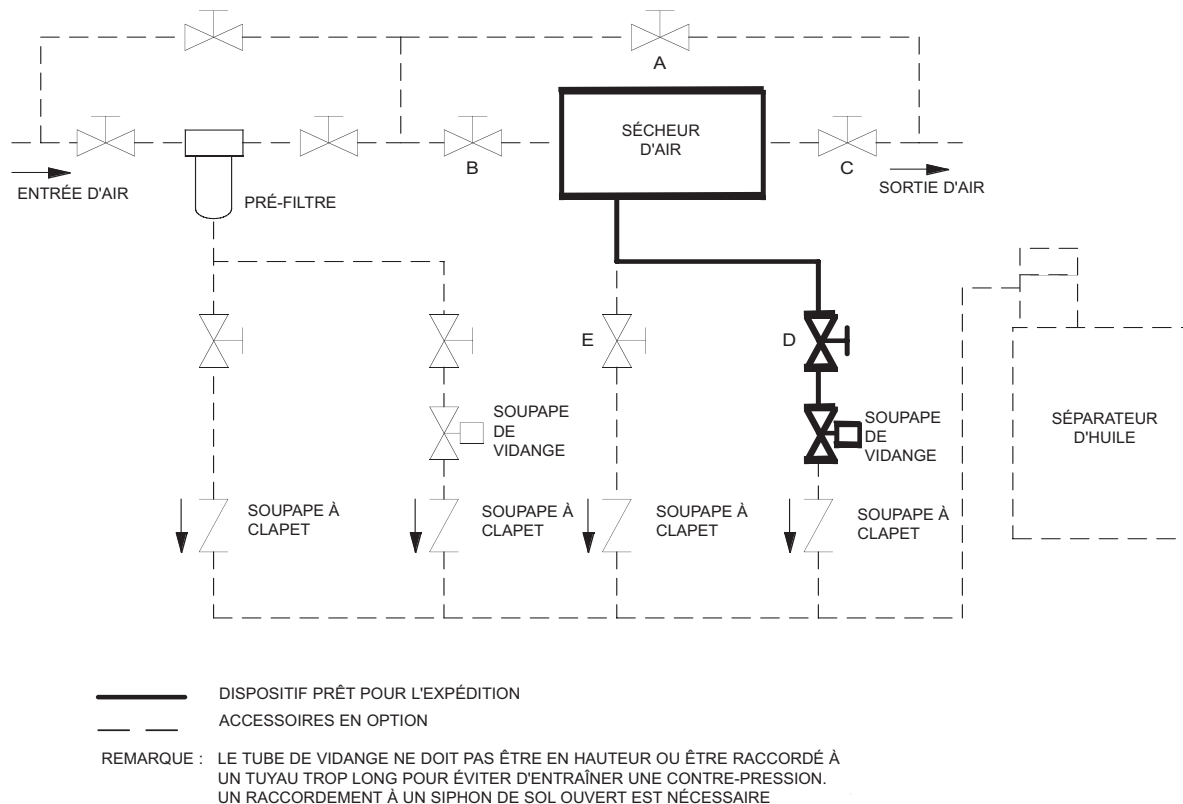

FIGURE 3
Installez des tuyaux, raccords et accessoires selon les conditions et exigences spécifiques du site. La figure 3 illustre une configuration de tuyauterie type d'un sécheur frigorifique, notamment les dérivations de sécheur et de filtre. Cette illustration peut servir de guide pour le positionnement des robinets et des accessoires au niveau du système.
Les modèles Ingersoll Rand 2000 à 2400 vous parviennent avec un robinet d'isolement de purge (D) installé en usine. Ce robinet permet la maintenance de la vidange automatique sans isoler l'écoulement d'air vers le sécheur. Pour faire fonctionner le sécheur, tous les robinets illustrés à la figure 3 doivent être fermés sauf les robinets (B), (C) et (D). Le robinet (A) est utilisé à fin de contournement et le robinet (E) est utilisé pour des tests et la vidange manuelle.